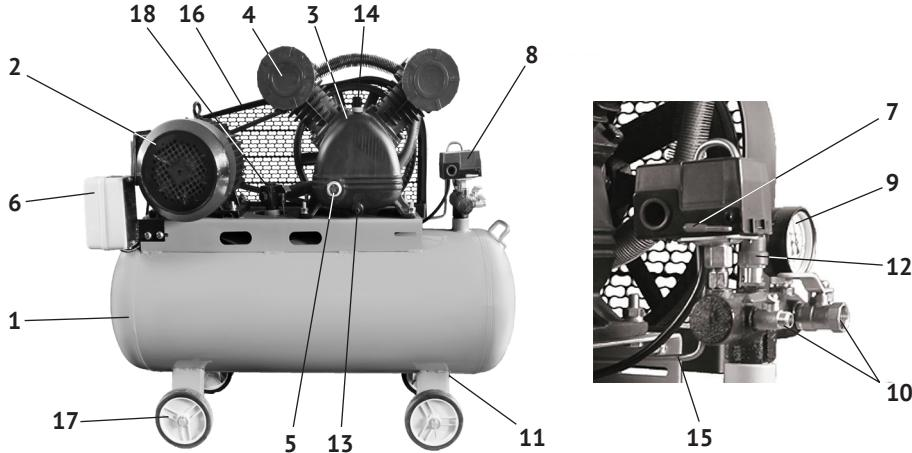
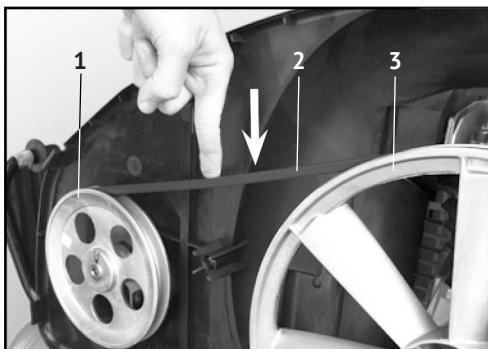

рис.1
рис.2
1.1.5 Картер компрессорной группы, магнитный пускатель и двигатель закреплены на металлической платформе ресивера (рис.1 поз.1). Вращение с якоря двигателя шкивами и клиновым ремнём передаётся на коленчатый вал компрессорной группы. Вращение коленчатого вала преобразуется кривошипно - шатунным механизмом в возвратно-поступательное движение поршней. Два цилиндра с V- образным расположением, смонтированы на картере. Воздух, через воздушные фильтры (по фильтру на цилиндр) подаётся во впускные клапаны цилиндров. Сжатый воздух из выпускных клапанов цилиндров подаётся в ресивер. При подключении к выходным штуцерам (рис.1 поз.10) пневмоинструмента, сжатый воздух подаётся к инструменту. Выходное давление в штуцерах (рис.1 поз.10) отображается на манометре (рис.1 поз.9).
Включение компрессора в работу осуществляется выключателем магнитного пускателя (рис.1 поз.6) и рычагом реле давления (рис.1 поз.8). Клавиша выключателя магнитного пускателя имеет два фиксированных положения «Вкл.» и «Выкл.», рычаг реле давления (РД) тоже два положения: «OFF» - (0) выключено и «AUTO» - (!) работа в автоматическом режиме.
- приводной ремень компрессора, при работе, обязательно должен быть закрыт защитной решёткой (рис.1 поз.16);
- отключайте компрессор от электросети на время перерыва выключателем магнитного пускателя (рис.1 поз.6), по окончании работы, при переносе с одного рабочего места на другое, а также при перерыве подачи напряжения;
3.5 Перед запуском компрессора проверьте уровень масла в картере, он должен соответствовать среднему значению, между максимальным и минимальным уровнем в контрольном окне уровня масла (рис.1 поз.5).
- разместить под сливным отверстием (рис.1 поз.13) подходящую ёмкость;
- открутить пробки: маслозаливной горловины (рис.1 поз.14) и сливного отверстия;
- после слива масла закрутить пробку сливного отверстия (рис.1 поз.13);
Подключение компрессора к электросети 380 В производится с помощью магнитного пускателя (рис.1 поз.6). Подключение должно проводиться в строгом соответствии с «Правилами технической эксплуатации электроустановок потребителей» и «Правилами техники безопасности при эксплуатации электроустановок потребителей».
Для обеспечения хорошей работы компрессора при первом запуске рекомендуется оставить компрессор работающим в течение 5 - 8 минут с полностью открытым выходным штуцером (рис.1 поз.10). После первых 5-ти часов работы компрессора проверить крепление болтов головки цилиндров и защитной решётки ремня (рис.1 поз.16). Открыв вентиль (рис.1 поз.11) слить конденсат из ресивера, закрыть вентиль.
Компрессор имеет два выходных штуцера (рис.1 поз.10) с кранами для подключения пневмоинструмента. Основной штуцер с внутренним диаметром 1/2" и вспомогательный 1/4", для присоединения гибких трубопроводов хомутом. Давление в ресивере отображается на манометре (рис.1 поз.9).
Так же компрессор оснащён предохранительным клапаном (рис.1 поз.12) для ограничения максимального давления в ресивере, если не сработало РД.
4.3 По окончании работы полностью сбросьте давление, открыв выходной штуцер (рис.1 поз.10).
5.5 Регулировка натяжения (замена) приводного ремня (см. рис.2)
- снять защитную решётку (рис.1 поз.16) приводного ремня (рис.2 поз.2);
- очистить от загрязнений ведущий (рис.2 поз.1) и ведомый (рис.2 поз.3) шкивы и установить новый ремень;